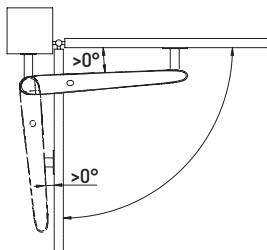

Рисунок 6. Условие расположения привода относительно створки
- при открытых и закрытых воротах привод должен располагаться под углом к створке (рис. 6).